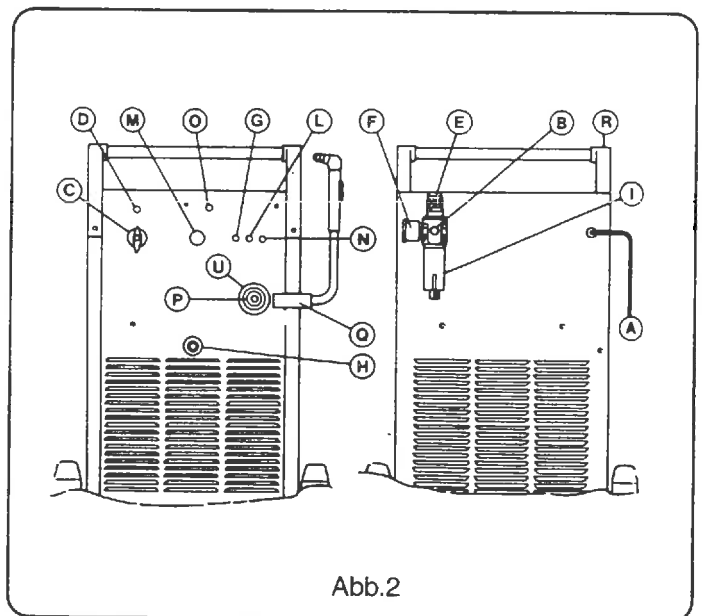

Abb.2
1.1 MONTAGE DES BRENNERS (Abb.2)
Zur Vermeidung eventueller Überlastungen, angebracht auf den Wicklungen des Haupttrafos und hervorgehoben durch das Aufleuchten der Signalleuchte G (siehe Abb. 2)
Um zu vermeiden, daß der Luftdruck unzureichend ist, angebracht auf der Speisungsvorrichtung der Brennerkopfes, hervorgehoben durch die Signalleuchte L (siehe Abb.2)
2) Um das Gerät abzuschalten, wenn die Elektrode soweit abgenutzt ist, daß sie ausgewechselt werden muß. Dies wird durch die Signalleuchte (N) (Abb. 2) angezeigt.